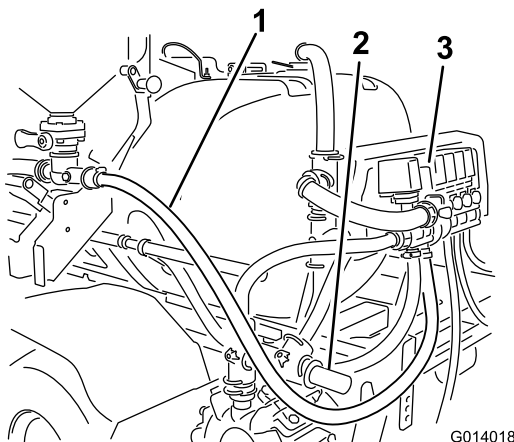

Figura 26
- 2. Enrute el extremo abierto de la manguera de alimentación hacia atrás, por delante de la bomba y de vuelta hacia el conjunto de las válvulas, por debajo de la válvula de alivio (Figura 26).
- 3. Pase la manguera hacia arriba hasta el conjunto de la válvula del eyector, por debajo de la manguera de agitación pero por encima del montaje izquierdo del brazo central (Figura 26).